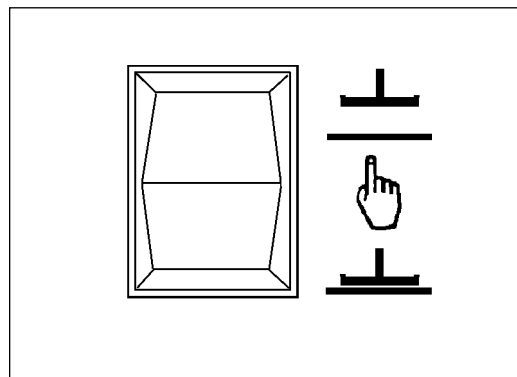

Figure 24
1. Pour abaisser la raclette et mettre le moteur d'aspiration en marche, placez le commutateur raclette relevée/abaissée en position abaissée (figure 24). **REMARQUE : Le moteur d'aspiration démarre immédiatement lorsque le commutateur est mis en position basse et que la raclette s'abaisse.**
2. Pour relever la raclette, placez le commutateur de raclette en position haute (figure 24). La raclette remonte et le moteur d'aspiration s'éteint peu de temps après. **REMARQUE : La position centrale du commutateur de raclette est destinée à être utilisée avec le bouton One Touch.**